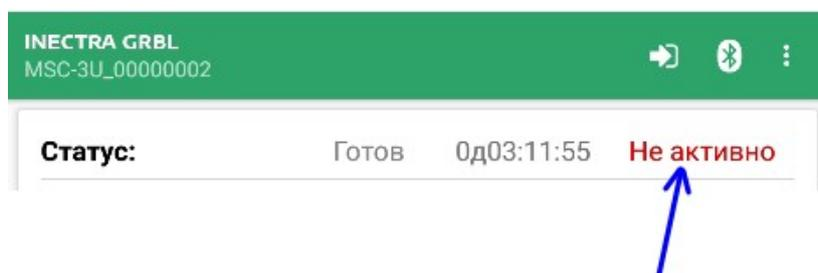

Рисунок 2: Статус мобильного приложения
- 3) При успешном подключении к контроллеру мобильное приложение по умолчанию **деактивировано**. Это означает, что контроллер не обрабатывает команды от мобильного приложения, а только лишь отправляет ему статусную информацию. Управление станком в этом состоянии невозможно. Текущий статус приложения отображается в третьем столбце поля **Статус** (рис. 2).